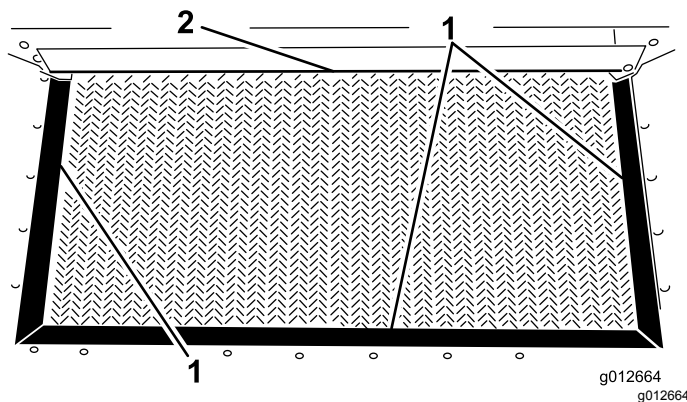

Figura 22
3. Controllate eventuali segni di usura o strappi nelle tenute della tramoggia o nei bordi della sponda (Figura 22).